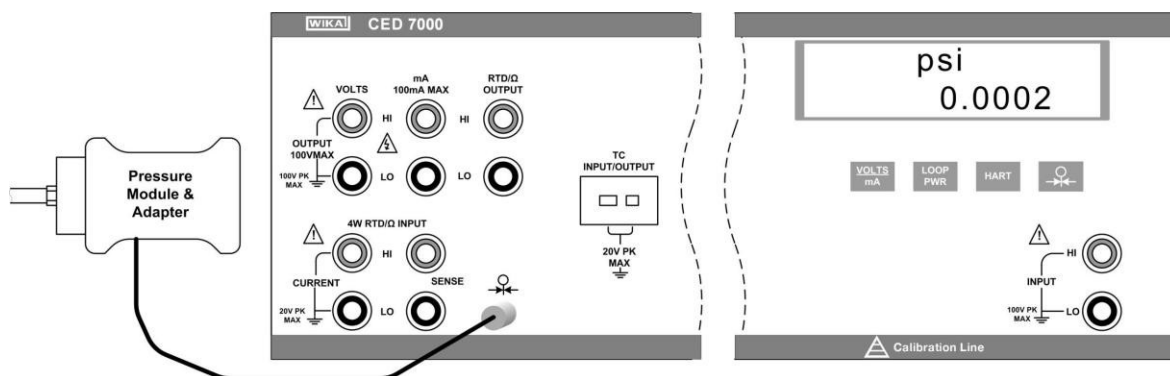

图 19 - 隔离压力模块连接
- a) 将压力模块连接到 CED 7000, 如图 19 所示,